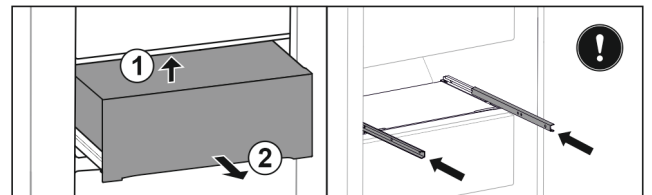

Fig. 37
- ▶ Підняти висувний ящик знизу назад. Fig. 37 (1)
- ▶ Вийняти висувний ящик рухом вперед. Fig. 37 (2)